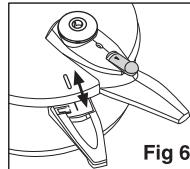

Fig 6
2. **Tapa:** Fabricada de acero inoxidable de alta calidad y grueso calibre. Es necesario que la tapa esté trabada correctamente y con la presión de funcionamiento correctamente seleccionada para que la olla alcance la presión suficiente para cocinar. Para colocar fácilmente la tapa, alinee el triángulo que está al lado izquierdo del mango, en la parte superior de la tapa, con la linea de la parte superior del asa inferior de la olla. (Fig. 6)
3. **Mango de la olla:** Además de ser usado para transportar la olla, el mango de la olla se traba con el mango de la tapa cuando se gira la tapa en sentido de las agujas del reloj. (Fig. 6)